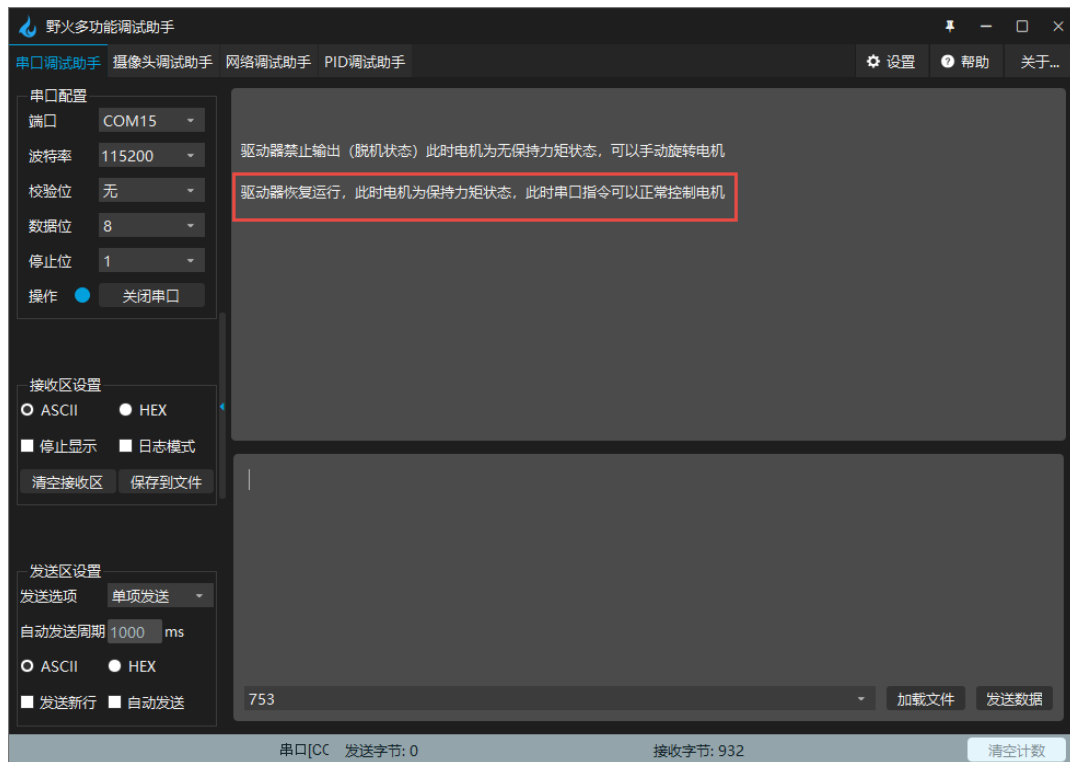

图 2-15 串口终端打印恢复正常工作状态信息
- KEY2，在脱机状态的时候，如果我们恢复步进电机正常工作状态，只需要步进电机停止转动后，我们按下按键 KEY2，进入正常工作状态，此时我们可以串口指令去控制步进电机，串口打印信息见图 2-15。